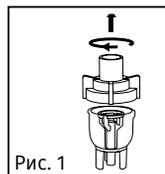

Рис. 1
3. Обережно повернути верхню частину небулайзерної камери проти годинникової стрілки і від'єднати її від нижньої частини (рис. 1).